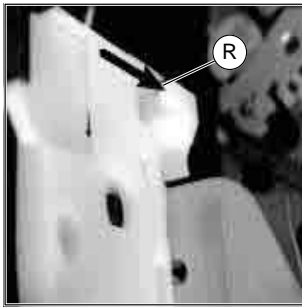
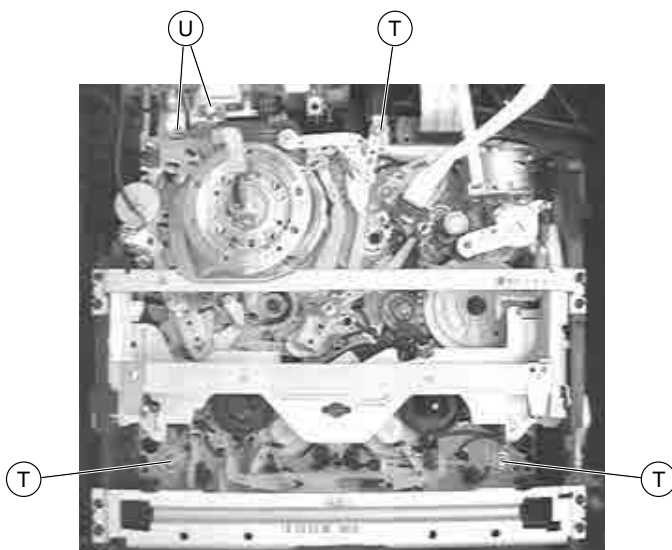

Fig. 10a
Fig. 11
- Arretierungen (R) (Fig. 10a) und (S) (Fig. 10b) des Cassettenschachtes lösen und diesen dabei so weit nach innen schieben, bis die Schrauben (T) (Fig. 11) zugänglich sind.
- Schrauben (T) entfernen (Fig. 11) und gegebenenfalls Steckverbindungen zur Elektronik lösen.
- Schrauben (U) entfernen, Steckverbindungen lösen und Kopfverstärker nach oben herausziehen (Fig. 11).
- Release the locks (R) (Fig. 10a) and (S) (Fig. 10b) of the cassette compartment and move it inwards to gain access to the screws (T) (Fig. 11).
- Undo the screws (T) (Fig. 11) and unplug the connectors to the electronics if necessary.
- Undo the screws (U), unplug the connectors and raise the Head Amplifier to remove it (Fig. 11).